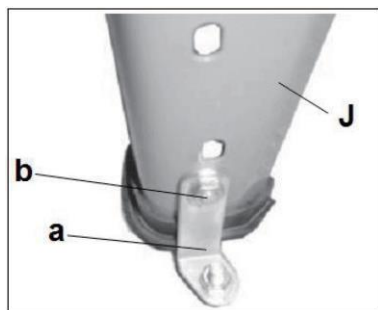

Figura 5
Înainte de utilizare, ferăstrăul trebuie să fie fixat ferm de suporturile unghiulare metalice furnizate. Suporturile metalice (a) trebuie atașate la picioarele (J) cu ajutorul șurubului (b), așa cum se arată în Figura 5.